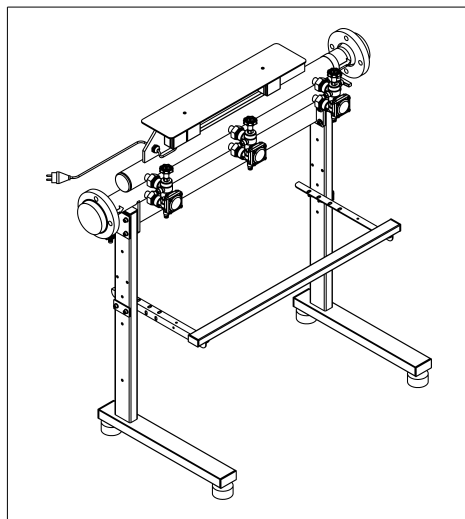

Abb. 9: Verteiler und Gestell i-soft 7,5 TGA und i-soft 10L TGA (Beispiel i-soft 7,5 TGA)
- Dichtigkeit vom Enthärter zum Abwasseranschluss. In der Betriebsstellung darf aus dem Abwasserschlauch (siehe Abb. 9, Pos. 6) kein Wasser fließen.